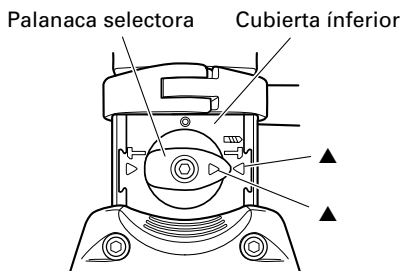

Fig. 6
- (1) Cambio a “rotación + martilleo”
- (b) Alinee ▲ de la palanca selectora con ▲ del lado  de la cubierta inferior, como se muestra en la Fig. 6.